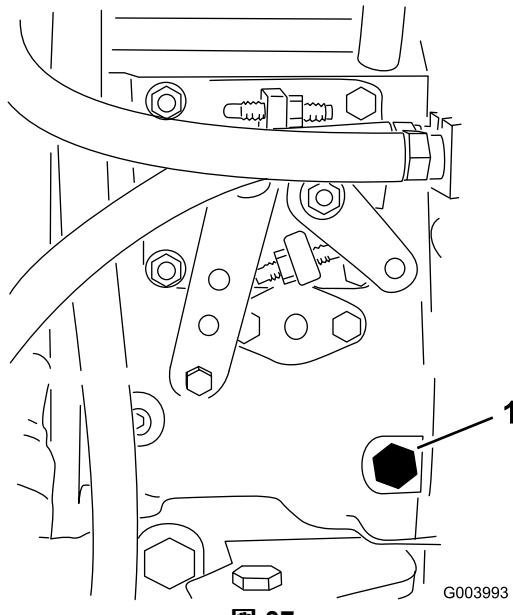

図 37
- 燃料噴射ポンプ図37についているエア抜きネジを、12mmのレンチを使って開く。